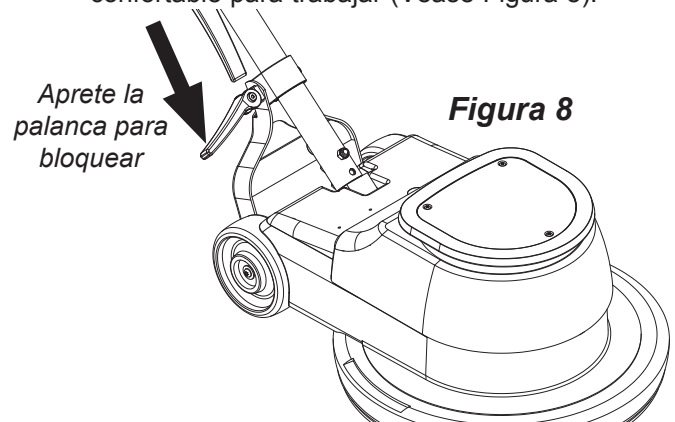

Figura 8
2. Bloquee la tobera en la posición de trabajo la más confortable para trabajar (Véase Figura 8).